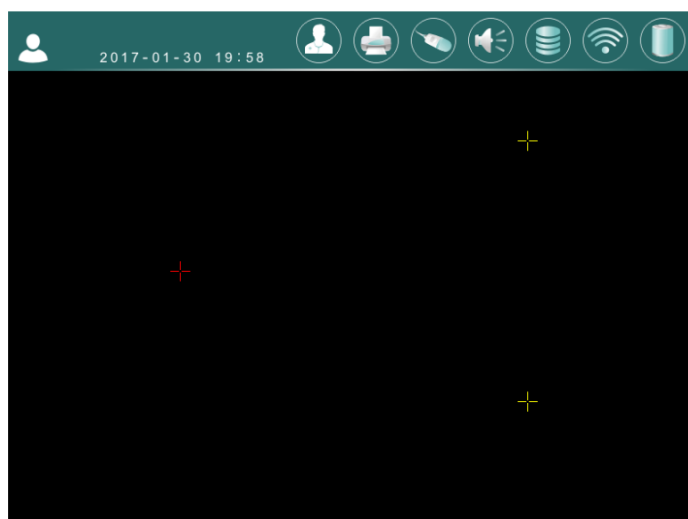

Bild 7-33 Touchskärms kalibreringsläge
b. Tryck på  eller tryck på , för att starta touch skärms kalibrering in som visas i Bild 7-33.